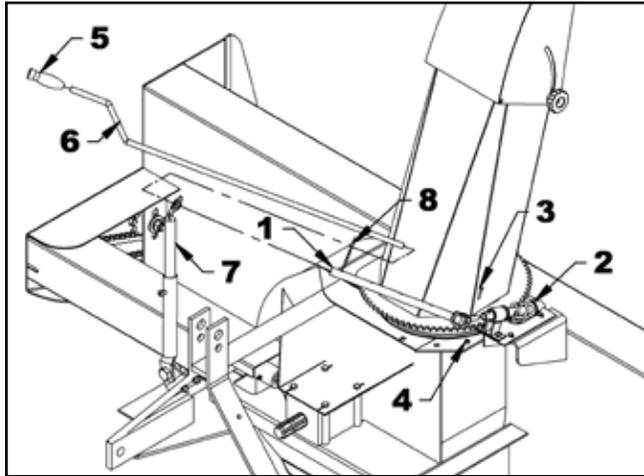

Figure 21. Assemblage de la poignée du rotateur
6. Figure 21 - Installez la poignée en plastique (5) sur la poignée de rotation (6).
7. Insérez le tube de rotation (1) à l'intérieur de la vis sans fin (2). Alignez les trous et insérez une vis à tête creuse 10-24 x 1 po (3) et fixez-la à l'aide d'un contre-écrou en nylon (4).
8. Insérez la poignée de rotation (6) dans l'œillet du support supérieur de la poignée (7) et dans le tube de rotation (1). Sélectionnez la longueur souhaitée, alignez les trous les plus proches et fixez-les à l'aide d'une épingle à cheveux de 4 mm x 80 mm (8). La longueur sera réglée ultérieurement pour une position pratique sur votre tracteur.
9. Ajustez la vis sans fin du rotateur (2) de manière à ce qu'elle s'adapte parfaitement aux dents de la goulotte, tout en tournant librement. Serrez légèrement les boulons et écrous 1/4 po NC x 1 po.
- Si l'épingle à cheveux de la poignée interfère avec le bras de réglage de la goulotte, inversez la direction du support de la poignée (5) pour obtenir un meilleur dégagement.